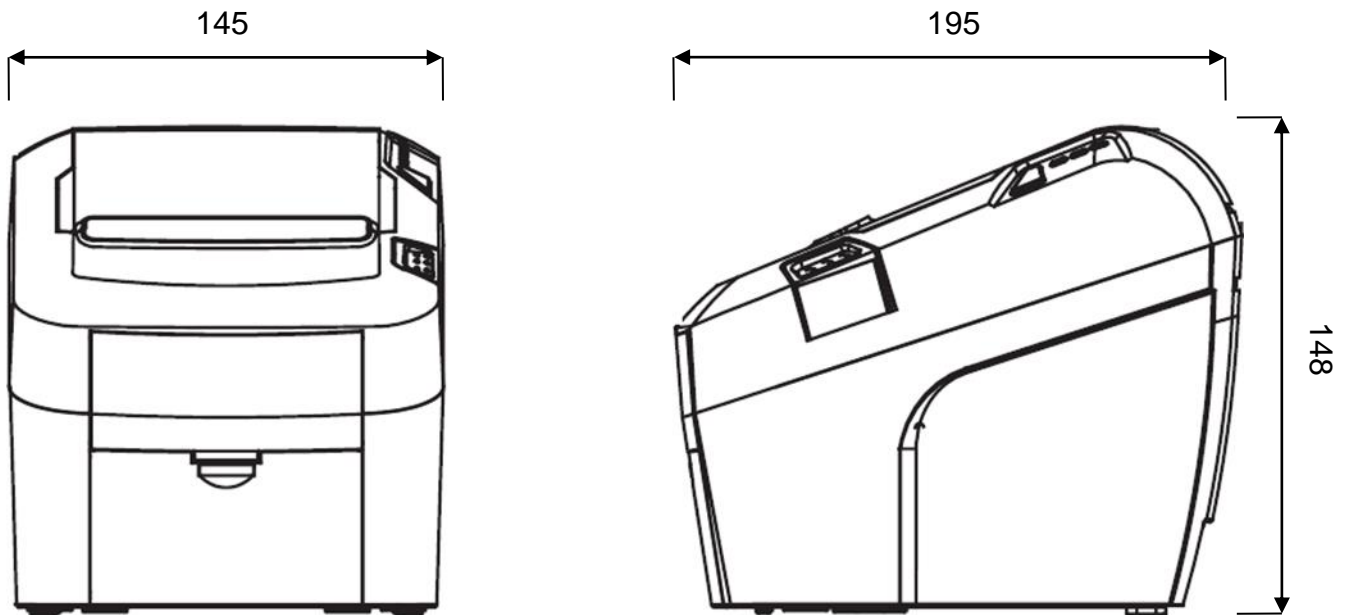

Рисунок 5 - Габаритні розміри реєстратора
- при закритій кришці чекової стрічки наступні (рисунок 5):